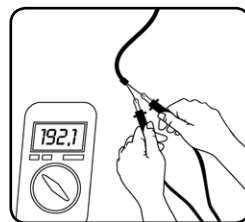

fig. 1
-Mida la resistencia del cable calefactor (Ver fig. 1), comprobar que concuerda con el valor de la etiqueta (dentro de la tolerancia  $-5\% / +10\%$ ) y registre el valor de la resistencia en el certificado de garantía.